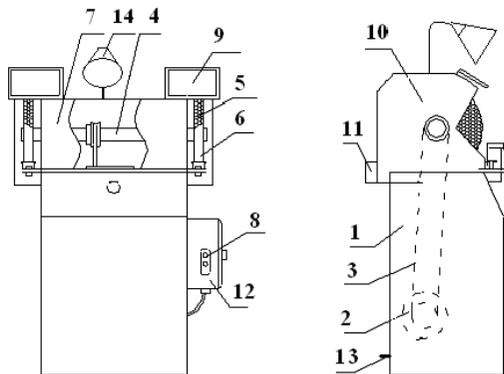

Рис. 2. Общий вид станка:
5.1. Общий вид станка, его основные узлы и детали, входящие в комплект поставки, показаны на рис. 2.
5.2. Станок состоит из сварной станины (рис. 2, поз. 1), на которую установлены электрошкаф 12, кожухи шлифовальных кругов 10, защитное ограждение вала 7. Внутри станины установлен электродвигатель 2, на валу которого посажен шкив, через который посредством клиновых ремней передается вращающий момент на шкив вала 4. Шкив вала 4 шлифовальных кругов жестко крепятся на валу посредством шпонки и гайки, ступицы шлифовальных кругов также посредством шпонки и гайки. Кожух шлифовального круга представляет собой отдельный сборный узел, который имеет съемную боковую стенку для замены шлифовальных кругов. В нижней части каждого кожуха имеется патрубок для подключения вытяжной вентиляции и отвода абразива. Остальные конструктивные части станка показаны на рис. 2.